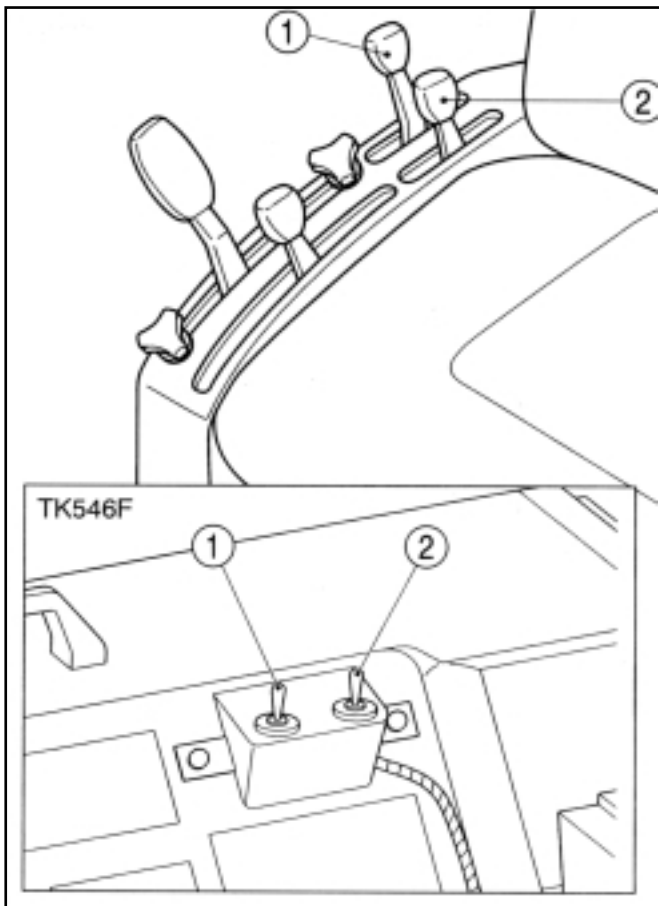
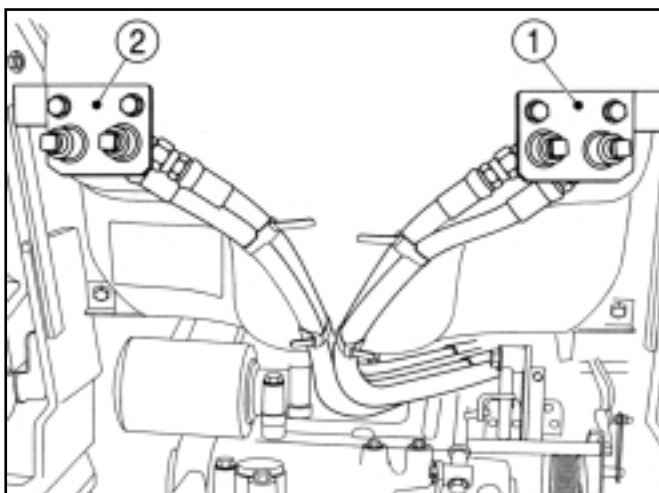

FIG. 68/ ABB. 68 / FIG. 68
FIG. 69 / ABB. 69/ FIG. 69
Le levier de commande (1) dans la Fig. 68 commande le changement de la hauteur de l'accessoire quand le premier jeu d'accouplements est utilisé. Le levier (2) commande l'accessoire quand le second jeu d'accouplements est utilisé (tracteur uniquement équipé d'un système hydraulique double.)
Les accouplements sont logés à l'arrière du tracteur au-dessus de l'attelage à 3 points. L'accouplement numéro 1 dans Fig. 69 correspond au levier (1) dans la Fig. 68, l'accouplement numéro 2 au levier (2).
Der Steuerhebel (1) in Abb. 68 dient zum Heben und Senken, wenn das betroffene Gerät mit dem ersten Satz von Anschlüssen verbunden ist. Hebel (2) steuert den zweiten Zusatzhydraulikkreis (nur bei Zweikreissystem).
Die Hydraulikanschlüsse werden am Heck des Traktors über dem Dreipunkt-Hubwerk positioniert. Anschlußgruppe (1) in Abb. 69 ist Steuerhebel (1) in Abb. 68 zugeordnet, während Anschlußgruppe (2) in Abb. 69 dem Steuerhebel (2) in Abb. 68 zugewiesen ist.
De ene hendel (1) in Fig.68 regelt de stand van de werktuigen wanneer het eerste stel koppelingen gebruikt wordt. De andere hendel (2) regelt de stand van de werktuigen wanneer het tweede stel koppelingen gebruikt wordt (enkel bij de uitrusting met twee ventielen).
De koppelingen bevinden zich aan het achtereinde van de tractor, boven de driepuntheffinrichting. Het eerste stel (1) in Fig.69 komt overeen met de eerste hendel (1) in Fig.68 het tweede stel (2) in Fig.69 met de tweede hendel (2) in Fig.68.
Le contacteur de commande (1) dans la Fig. 68 commande le relevage ou l'abaissement de l'accessoire lorsque le premier jeu d'accouplements à distance est utilisé. Le contacteur de commande (1) commande l'accessoire lorsque le second jeu d'accouplements à distance est utilisé.
Der Steuerschalter (1) in Abb. 68 dient zum Heben und Senken, wenn das Gerät mit dem ersten Satz von Anschlüssen verbunden ist. Steuerschalter (2) steuert den zweiten Zusatzhydraulikkreis (nur bei Zweikreissystem).
De ene hendel (1) in Fig. 68 regelt de stand van de werktuigen wanneer het eerste stel koppelingen gebruikt wordt. De ander hendel (2) regelt de stand van de werktuigen wanneer het tweede stel koppelingen gebruikt wordt (enkel bij de uitrusting met twee ventielen).